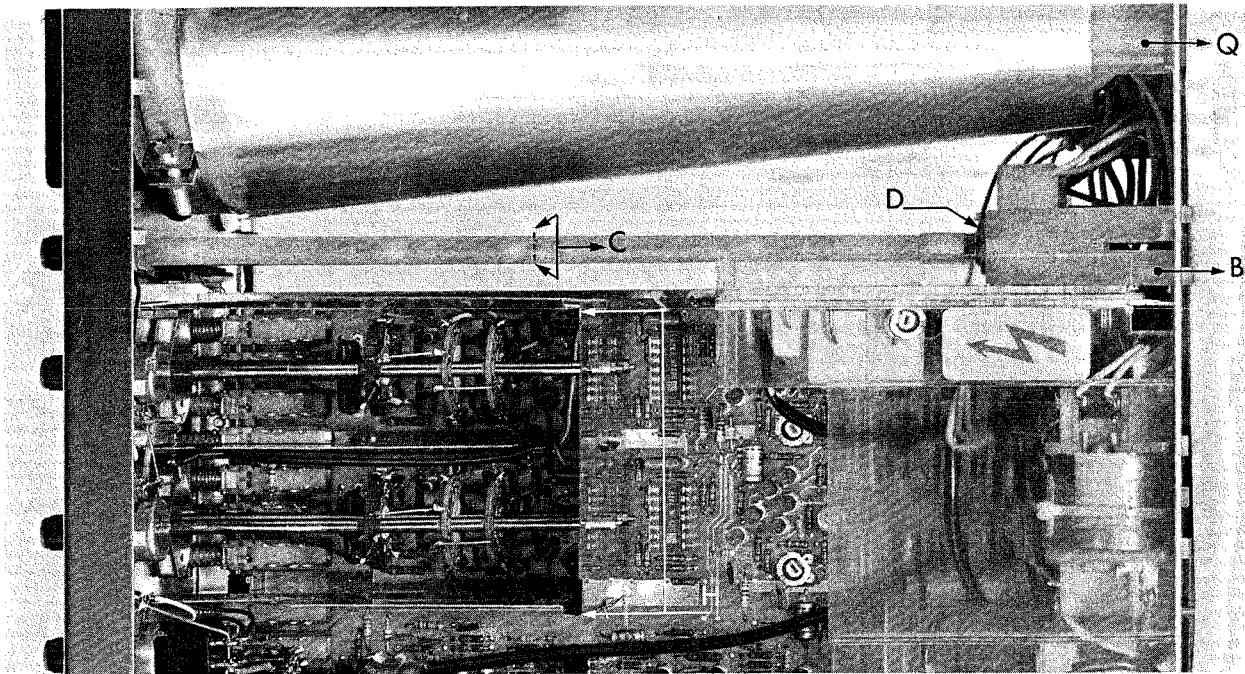

Abb. 2.6. Ausbau
- Plastikklemme B (Abb. 2.6.) durch die Öffnungen an der Rückwand herausschieben.
- gleichzeitig Achse C (Abb. 2.6.) drehen und ziehen bis das viereckige Achsenende genau in die Öffnung passt und sich herausnehmen lässt.
- Sechskantmutter D (Abb. 2.6.) lösen, um Potentiometer zu entfernen.
- die seitlichen Abschirmplatten des Abschwächers aushaken dazu die rückwärtige Abschirmplatte (H) am oberen Rand nach vorn drücken (siehe Abb. 2.6.).
- die beiden Nylonklemmen Q (siehe Abb. 2.6.) am Ende der Röhre nach innen pressen und unter Rücksichtnahme auf die Mumetalabschirmung die Elektronenstrahlröhre so weit durch die Frontplatte herausschieben, dass die Röhrenfassung gelöst werden kann (Nylonklemme zur Unterstützung rücksschieben).